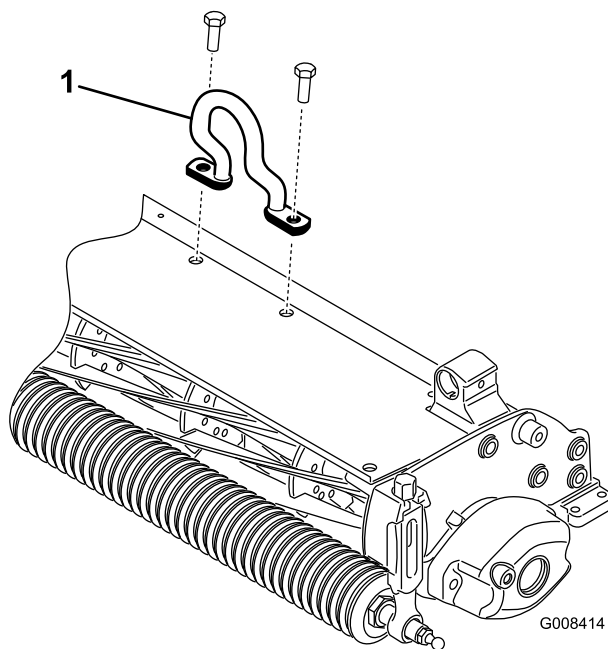

Figura 12
2. Instale o cilindro de elevação desviado (Figura 12) na parte superior da unidade de corte com (2) parafusos M10-1,5. Aperte o parafuso a 34-41 Nm. O gancho de elevação desviado deve ser posicionado com o gancho para a frente.